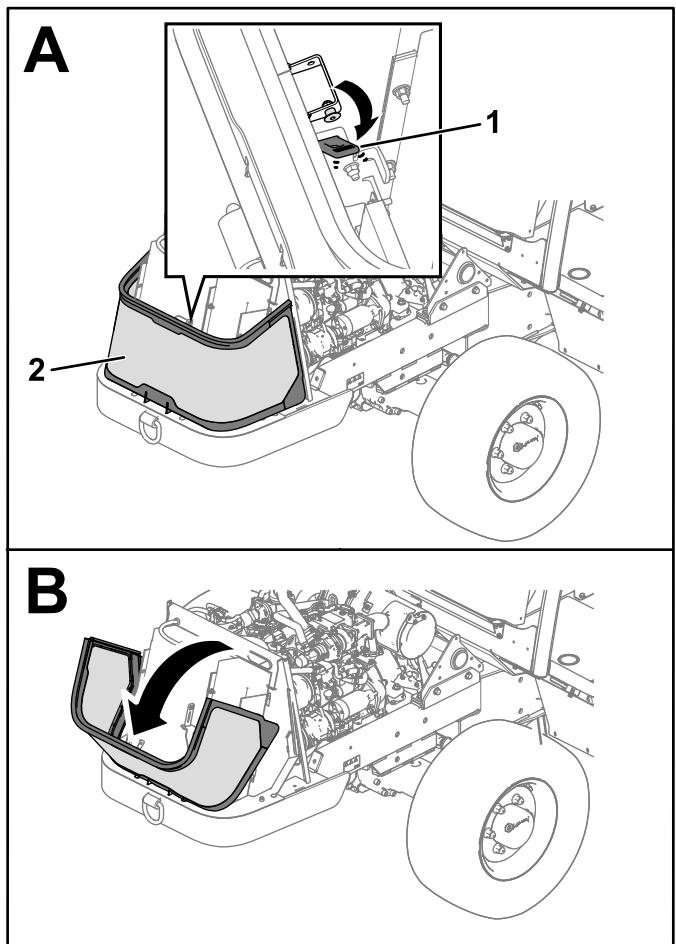

Рисунок 109
- Опустите переднюю решетку, освободив фиксаторы, которые удерживают ее на месте (Рисунок 109).